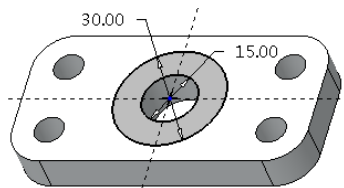

图 3-19 绘制两个同心圆
- 单击按钮，绘制如图 3-19 所示的同心圆。单击“确定”按钮，退出草绘环境。